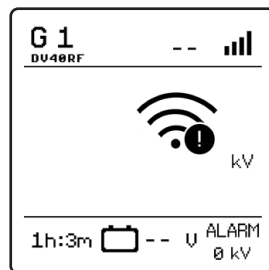

Fig. 12
- **Pérdida de señal (fig. 12):** solo se muestran rayas en lugar de los valores del pastor eléctrico, el símbolo de nivel de señal parpadea y la alarma suena, si está activada (véase el apartado 8.2).